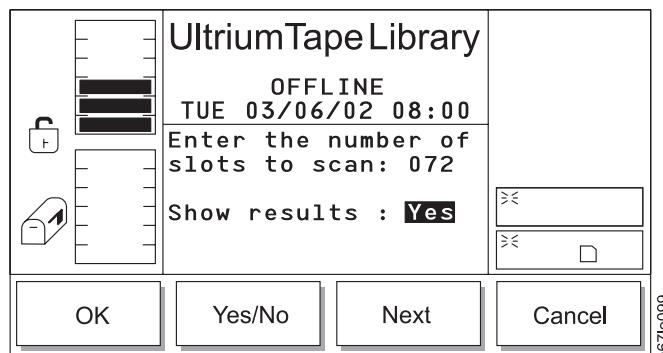

Abbildung 123. Bestätigungsdialog
- Wird **Next** ausgewählt, wird das nächste Feld in der Liste zum aktiven Feld (siehe Bestätigungsdialog in Abb. 123).
Tabelle 72. Übersetzung von Abb. 123 auf Seite 140, Bestätigungsdialog